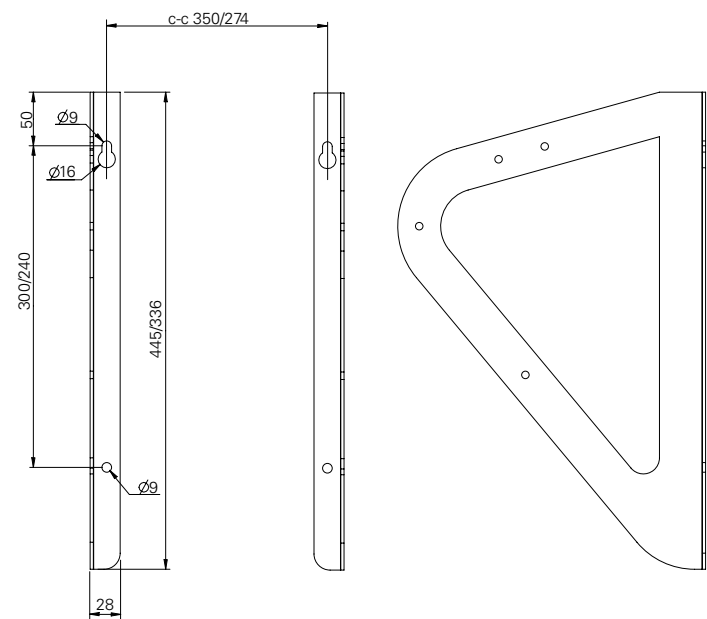

Fig. 2
1. Bor fire hull i veggén med c-c-avstand iht. fig. 2 på side 2. Sett inn skruene i de to øverste hullene.